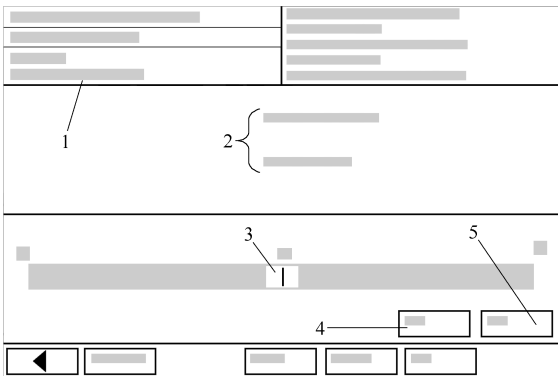

图 7-2-7 进行驻车暖风匹配时诊断仪
(6) 如图 7-2-7 所示，在诊断仪 V. A. S 5051A 显
① 在显示区 1 中显示“输入匹配值：0~××××”。
② 在显示区 2 中显示一个输入键盘。通过显示区 2 中的输入键盘输入辅助加热装置控制单元 J364 的新匹配值(相当于辅助加热装置控制单元 J364 的代码)。
(8) 如图 7-2-7 所示，在诊断仪 V. A. S 5051A 显